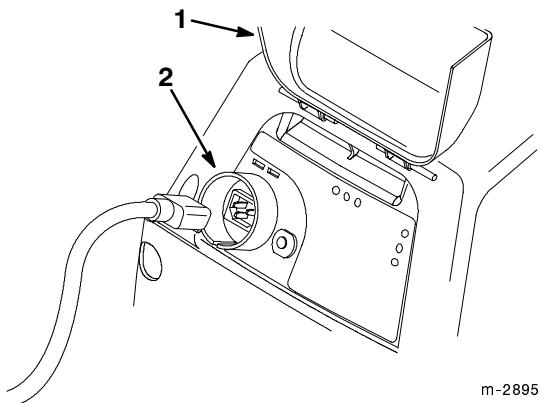

Figure 14
3. Soulever le capot protecteur, brancher le prolongateur dans la prise de la tondeuse, puis brancher l'autre extrémité dans une prise secteur normale de 230 V (Fig. 14).